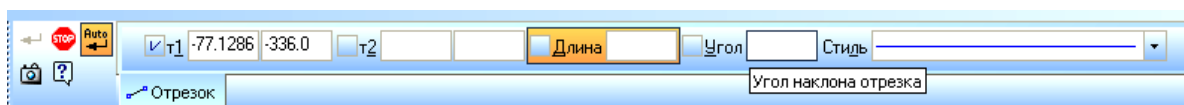

Рис. 10. Панель свойств команды Отрезок
**Панель свойств** служит для настройки параметров объекта при его создании или редактировании. Состав *Панели свойств* зависит от выбранной команды (рис. 10 и 11). Панель может содержать одну или несколько вкладок. Переключение на другую вкладку меняет состав *Панели свойств*.